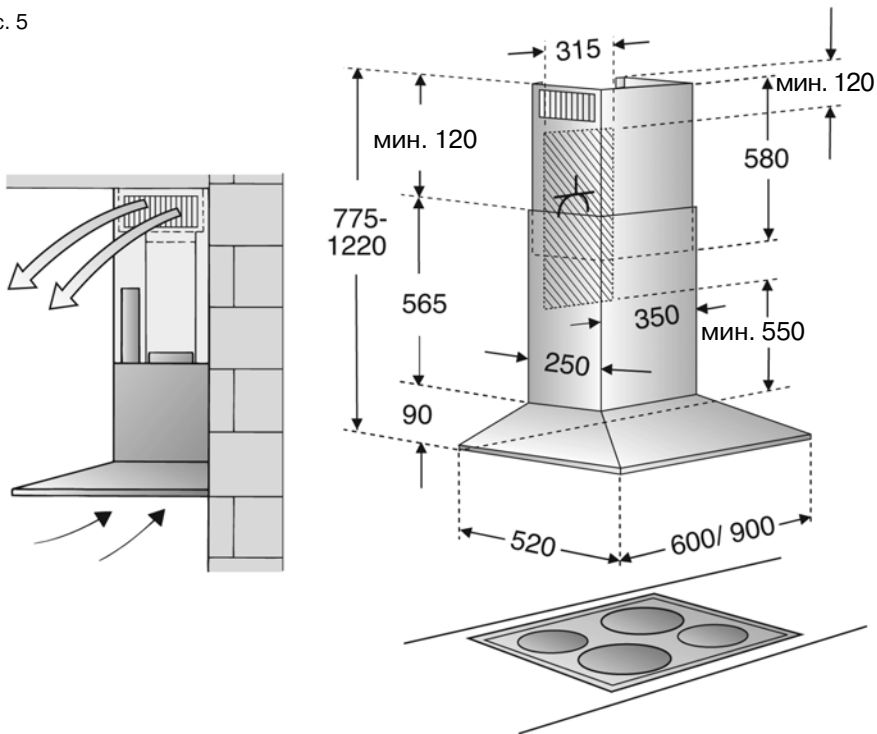

Рис. 6
1. Начертите на стене линию от потолка до нижнего края вытяжки в центре того места, в котором предполагается установить вытяжку. Рис. 6.
3. Просверлите 4 отверстия  $\varnothing$  8 мм для вытяжки и 2 отверстия  $\varnothing$  8 мм для обшивки. Вставьте дюбели в отверстия таким образом, чтобы они были заподлицо со стеной. Рис. 6.